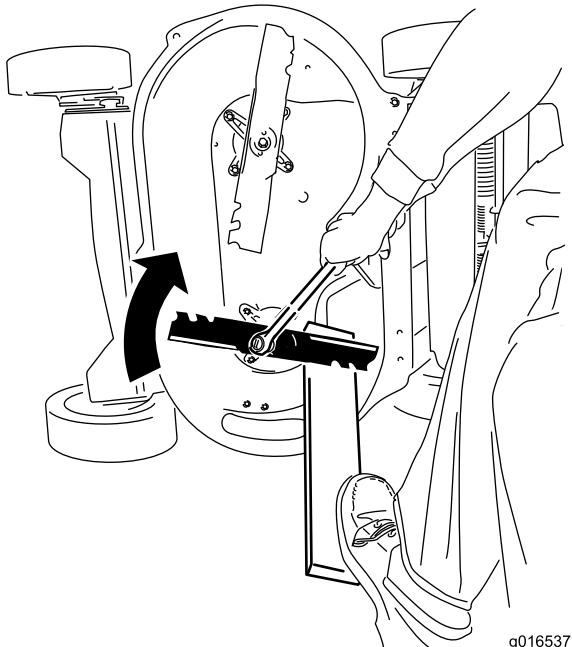

Figura 45
- Segure cada lâmina com uma tábua e rode o parafuso da lâmina no sentido dos ponteiros do relógio com uma chave como se mostra na Figura 45; aperte o parafuso da lâmina com 82 N·m.